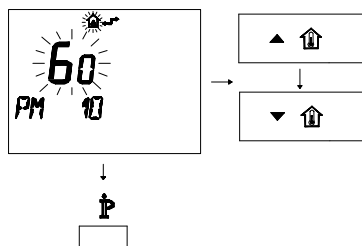

Fig. 5.70
- Per modificare il SET programmato agire sui pulsanti o e aspettare che il numero programmato cominci a lampeggiare (Fig. 5.70).